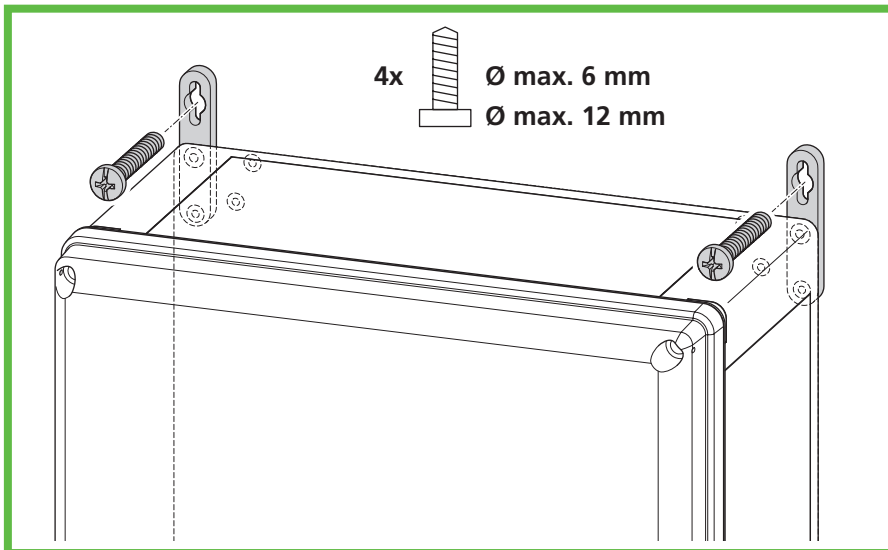

Abb. 12: Wandmontage
- ▶ Schrauben Sie die Ladestation fest, indem Sie jeweils eine Schraube durch die Bohrungen in den Außenbefestigungslaschen schrauben (Abb. 12).